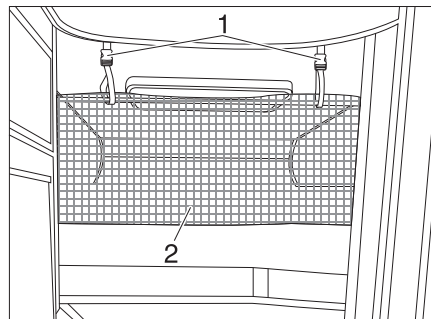

Bild 159 Sicherungsnetz
Das Sicherungsnetz (Bild 159,2) ist serienmäßig zwischen Matratze und Lattenrost verstaут. Das Sicherungsnetz erst aufspannen, wenn sich die Person bereits im Bett befindet.
- Die Haltebänder (Bild 159,1) in die Halterungen an der Decke einrasten.